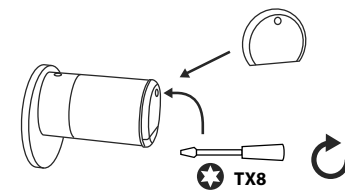

Fig. 4
- ④ Vuelva a colocar la cubierta delantera y atorníllela firmemente (Fig. 4).